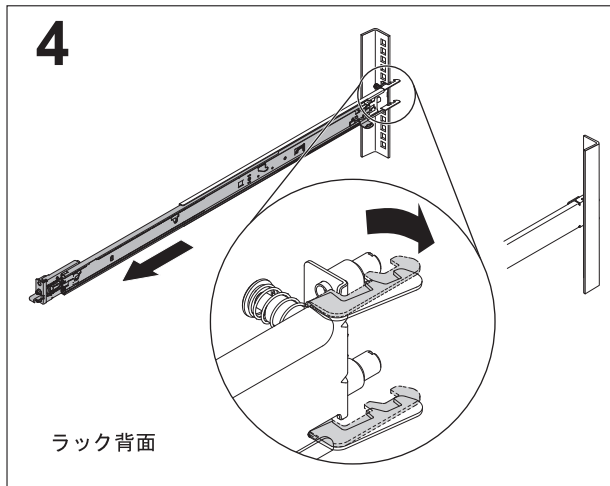

図 39. スライド・レールの後部端の取り外し
3. 58 ページの図 39 に示すように、スライド・レールをラックの後部から外します。